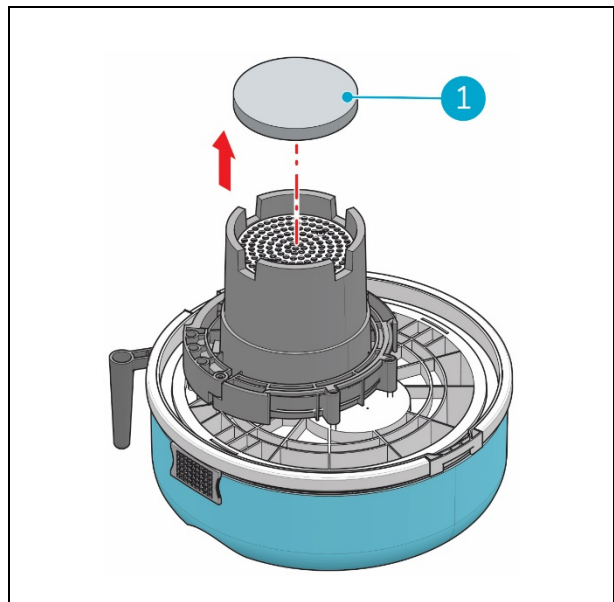

Abbildung 24
6. Nehmen Sie den alten Schalldämpfer (Abb. 24, Pos. 1) von der Oberseite des Motors ab.